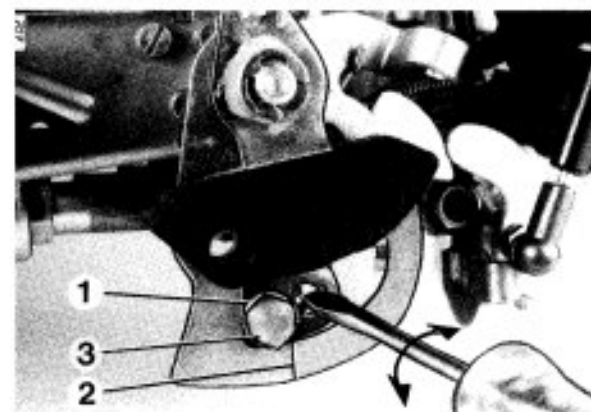

Bild 43
8. ROLLENHUB (Bild 43) (nur Vergaser mit progressiver Gasbetätigung)